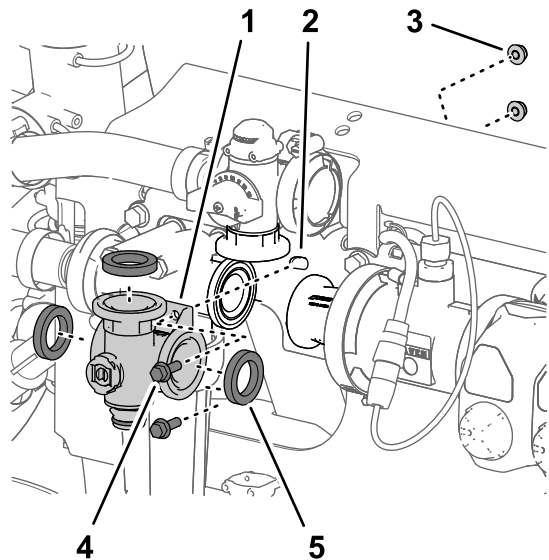
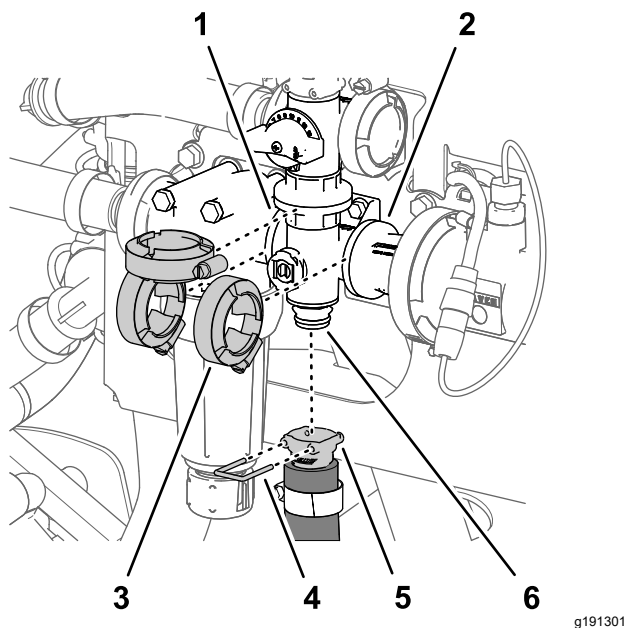

Bild 130
Bild 131
1. Fluchten Sie den Flansch des Rührwerkventilverteilers und drei Dichtungen mit den Flanschen des Rührwerksicherheitsventils, des Druckfilterkopfs und dem Kupplungsadapter aus (Bild 130 und Bild 131).
2. Befestigen Sie den Rührwerkventilverteiler mit drei Flanschklammern, die Sie in Entfernen des Rührwerkverteilterventils \(Seite 88\) entfernt haben, lose am Rührwerksicherheitsventil, am Druckfilterkopf und am Kupplungsadapter (Bild 131).
5. Ziehen Sie die drei Flanschklammern mit der Hand an (Bild 131).
6. Befestigen Sie die Schnellkupplung des Rührwerkschlauchs mit dem Schnellkupplungsstift am Schnellkupplungsanschlussstück des Rührwerkventilverters (Bild 131).